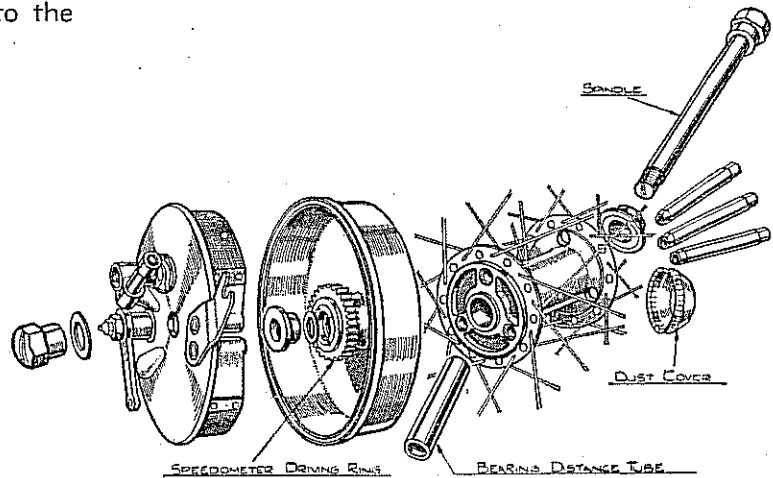

Fig. 32.
73. REMOVAL OF FRONT WHEEL FROM BRAKE DRUM. (Fig. 32.)